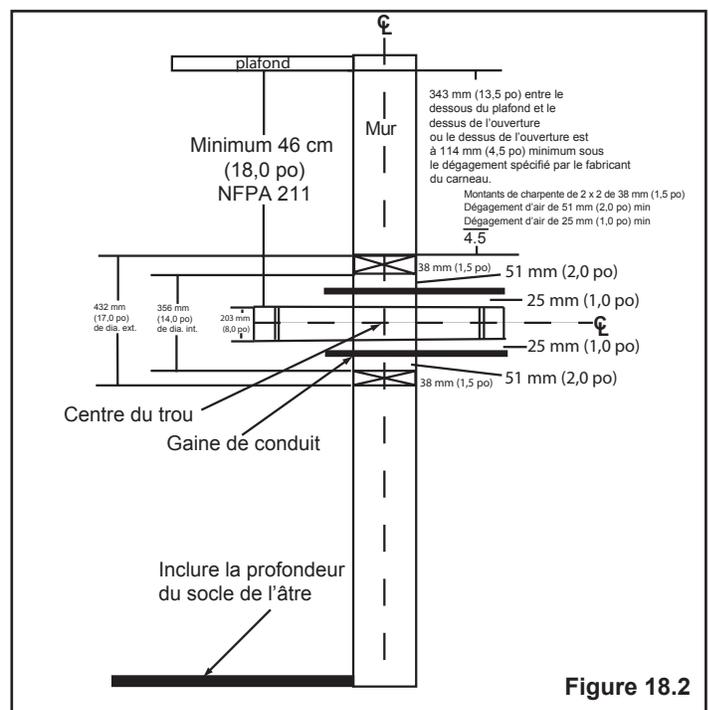

Figure 18.2
- L'ouverture en haut du mur doit être à au moins 343 mm (13-1/2 po) du plafond ou à 114 mm (4-1/2 po) au-dessus du dégagement minimum spécifié par le fabricant du carneau. Le dégagement vertical minimum selon NFPA 211 est de 457 mm (18 po) depuis le carneau et le plafond ou égal à la valeur minimale recommandée par le fabricant du carneau. **Figure 18.2**
1. Pratiquez une ouverture dans le mur intérieur à la hauteur prévue pour l'entrée du carneau dans la cheminée en maçonnerie. **Figure 18.2**
3. Construisez un cadre de 432 x 432 mm (17 x 17 po) (dimensions extérieures) pour l'ouverture du mur en utilisant du bois de charpente de 51 x 51 mm (2 x 2 po). L'intérieur de ce cadre doit avoir une ouverture de 356 x 356 mm (14 x 14 po) minimum. **Figure 18.2**